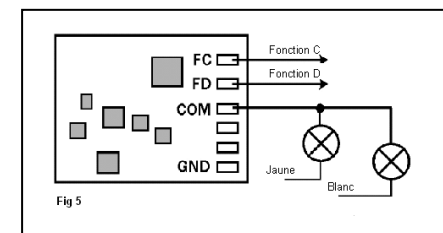

Fig 5
- 7) Le décodeur ne possède pas de fil commun positif pour les sorties de fonction (idem au fil bleu des décodeurs H0, voir figure 5). La connexion est possible au dos du décodeur sur des points à souder